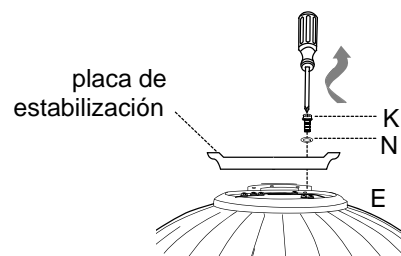

Fig. 5
5. Saque los tornillos de montaje para los brazos para las paletas (K) y las arandelas de seguridad (N) del lado inferior del motor. Quite la placa de estabilización del motor de color azul y deséchela. [Fig. 5]